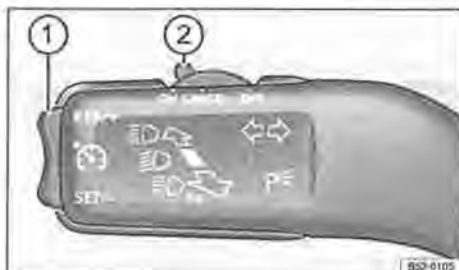

Fig. 80 Interruttori e tasti del GRA sul lato sinistro del piantone dello sterzo
— Mettere l'interruttore → fig. 80 (2) nella posizione **ON**.
— Premere il tasto → fig. 80 (1) nel settore **SET/-** durante la guida.
Utilizzando il tasto → fig. 80 (1), è possibile impostare la velocità memorizzata mentre il GRA è attivo:
Per modificare in modo continuo la velocità memorizzata, tenere premuto il tasto → fig. 80 (1). Il veicolo adegua la velocità accelerando o decelerando. Il veicolo non frena attivamente.
— Mettere l'interruttore → fig. 80 (2) nella posizione **CANCEL** o premere il pedale del freno.
- Premere il tasto → fig. 80 ① nel settore **RES/+**.
- Mettere l'interruttore → fig. 80 ② nella posizione **OFF**.